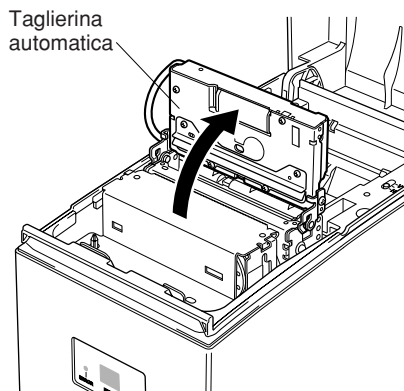

Fig. 5-9 Sollevamento della taglierina automatica
- ③ Sollevare la taglierina automatica e collocarla in posizione verticale, come mostrato nella Fig. 5-9.
③ Per i modelli dotati di tagliatina automatica, sollevare la tagliatina automatica e collocarla in posizione verticale come mostrato nella Fig. 5-9.